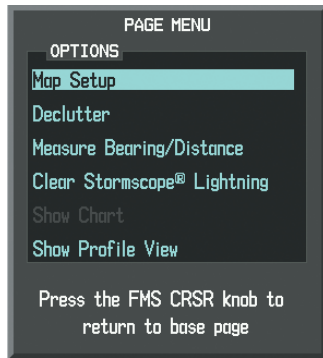

Figure 6-141 Navigation Map Page Menu
- 3) With Map Setup highlighted, press the **ENT** Key (Figure 6-141).